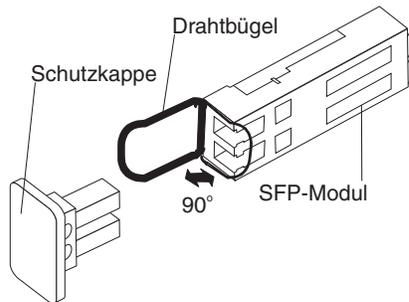

Abbildung 20. SFP-Modul mit Drahtzunge entriegeln
- a. Entriegeln Sie das SFP-Modul, indem Sie die Drahtzunge um 90° nach unten ziehen (siehe Abb. 20).